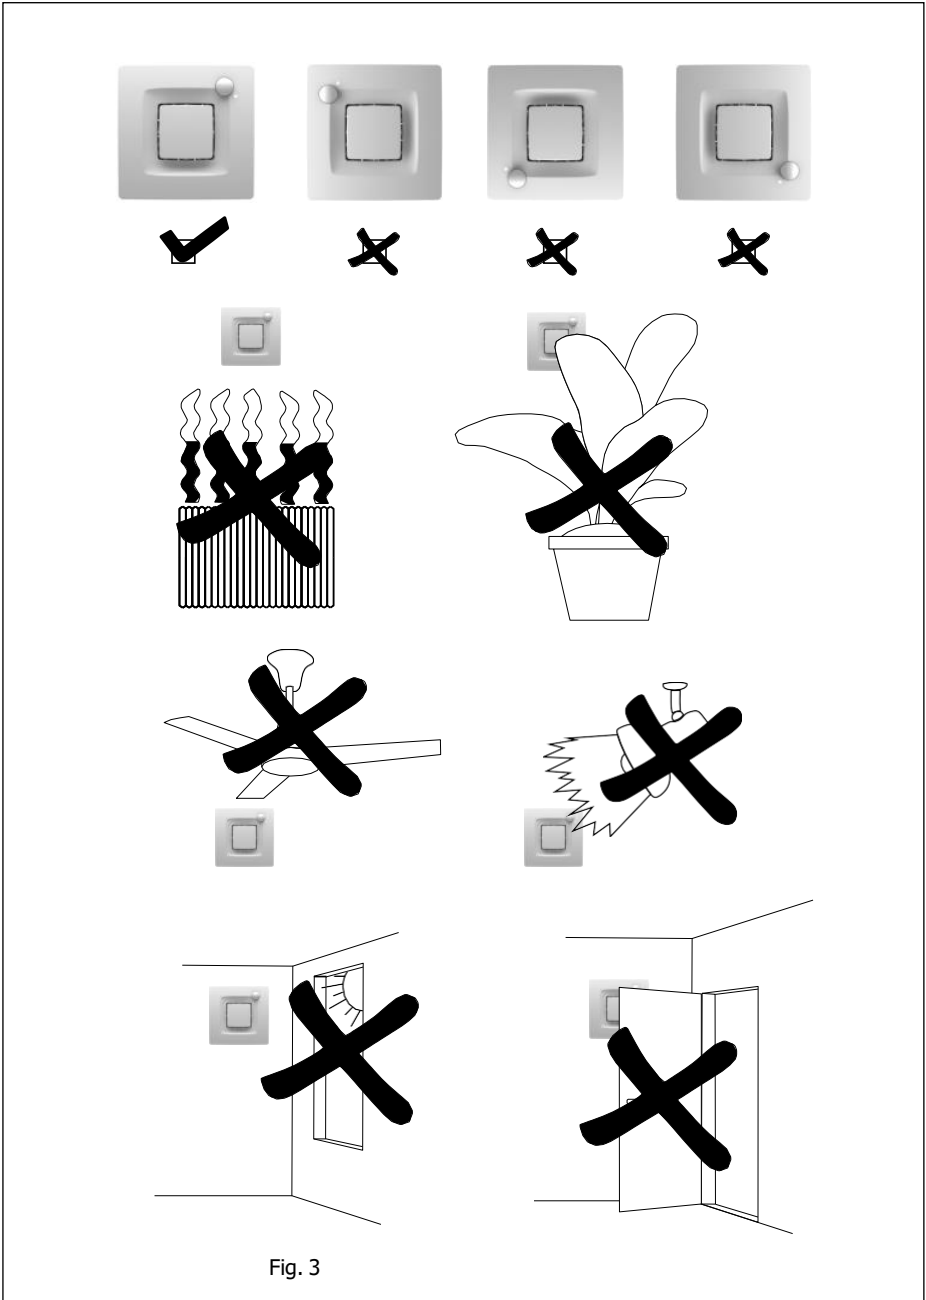

Fig. 3
**Вентилятори SILENT DUAL комплектуються інфрачервоним датчиком руху PIR. Для правильної роботи вентилятор повинен встановлюватись, зважаючи на можливі зони руху користувачів. Уникайте ситуацій, зображених на рис.3 /Fig.3.**